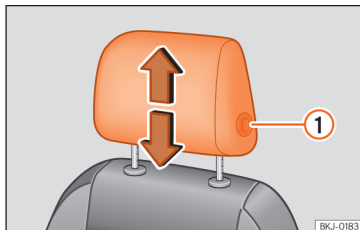
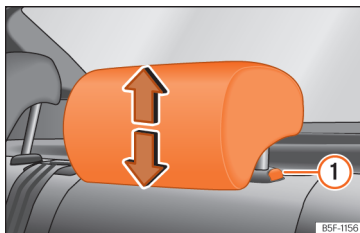

Fig. 63 Banco dianteiro: regulação do encosto de cabeça.
Fig. 64 Encosto de cabeça traseiro: ajuste do encosto de cabeça.
- Agarre o encosto de cabeça com ambas as mãos pelos lados e empurre para cima até o encaixar na posição desejada. Para baixá-lo, proceda da mesma forma, pressionando o botão lateral ① » » Fig. 63, » » Fig. 64.